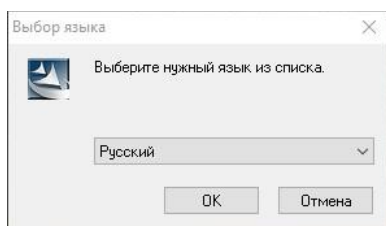

Рисунок 3.
1. После запуска в открывшемся окне выберите язык интерфейса и нажимаем «ОК». (Рисунок 3)